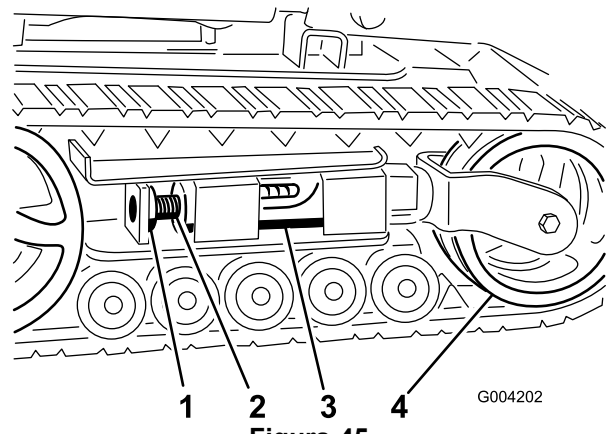
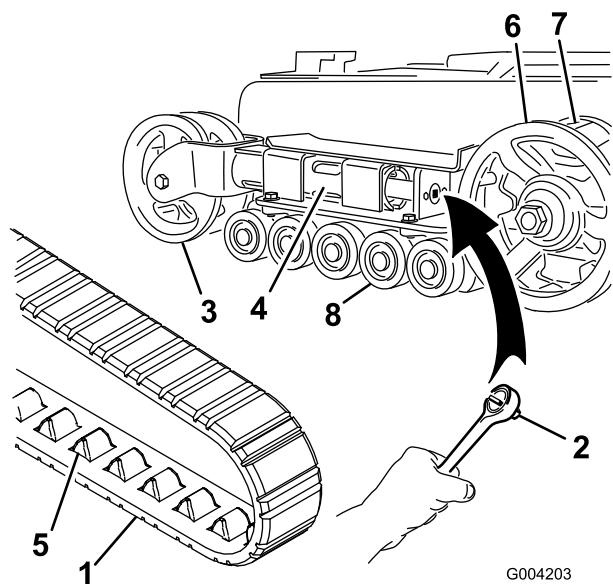
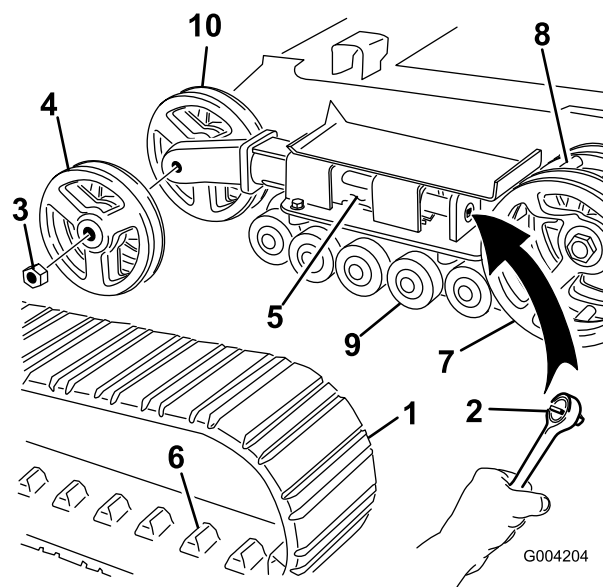

Figura 45
Figura 46
Figura 47
5. Allineare l'intaglio più vicino della vite di tensione al foro del bullone di bloccaggio e fissare la vite con il bullone di bloccaggio e il dado (Figura 45).
3. Togliere il bullone di bloccaggio e il dado (Figura 45).
4. Utilizzando una chiave a bussola (1/2 poll.), rilasciate la tensione di trasmissione ruotando la vite di tensione in senso orario (Figura 45 e Figura 46).
5. Spingere la ruota di tensione verso il retro dell'unità in modo da spostare il tubo di tensione contro il telaio (Figura 46). (se non riesce a toccare il telaio, continuare a girare la vite di tensione fino ad ottenere il contatto).
7. Quando il cingolo è staccato dalla ruota di tensione, rimuovetelo dai denti di trasmissione e dalle ruote non motrici (Figura 46).
8. Avvolgete il nuovo cingolo iniziando dalla ruota conduttrice e controllando che i denti del cingolo si alloggino tra i distanziali della ruota stessa (Figura 46).
9. Spingere il cingolo sotto e tra le ruote non motrici (Figura 46).
4. Utilizzando una chiave a bussola (1/2 poll.), rilasciate la tensione di trasmissione ruotando la vite di tensione in senso orario (Figura 45 e Figura 47).
5. Spingere la ruota di tensione verso il retro dell'unità in modo da spostare il tubo di tensione contro il telaio (Figura 47). (se non riesce a toccare il telaio, continuare a girare la vite di tensione fino ad ottenere il contatto).
6. Togliere il dado di fissaggio della ruota di tensione esterna e rimuovere la ruota (Figura 47).
7. Togliere il cingolo (Figura 47).
8. Togliere il dado di fissaggio della ruota di tensione interna e rimuovere la ruota (Figura 47).
12. Montare la ruota di tensione interna e fissarla con il dado tolto in precedenza (Figura 47).
14. Montare il nuovo cingolo, accertandosi che gli attacchi del cingolo si inseriscano tra i denti al centro della ruota conduttrice (Figura 47).
15. Montare la ruota di tensione esterna e fissarla con il dado tolto in precedenza (Figura 47).
6. Collocare il tappo ingrassato della ruota non motrice sulla testa del bullone (Figura 46).
7. Fissare il tappo della ruota con l'anello elastico (Figura 46).